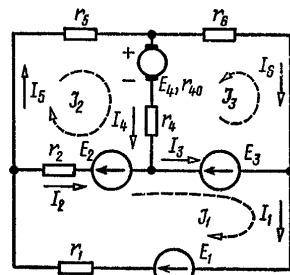

рис. 3
3. Яким має бути переріз мідних дротів лінії для передачі споживачу потужності $P = 16 \text{ кВт}$ за умови, що збитки потужності не перевищуватимуть $p = 5 \%$, якщо довжина лінії $l = 180 \text{ м}$ і напруга у кінці лінії дорівнює $U_2 = 220 \text{ В}$? (6)
4. Методом контурних струмів знайти струми у колі, схема якого зображена на рис.3. Дано: $E_1 = 100 \text{ В}$, $E_2 = 30 \text{ В}$, $E_3 = 10 \text{ В}$, $E_4 = 6 \text{ В}$, $r_1 = 10 \text{ Ом}$, $r_2 = 10 \text{ Ом}$, $r_4 = 6 \text{ Ом}$, $r_5 = 5 \text{ Ом}$, $r_6 = 15 \text{ Ом}$, $r_{40} = 1 \text{ Ом}$. (8)